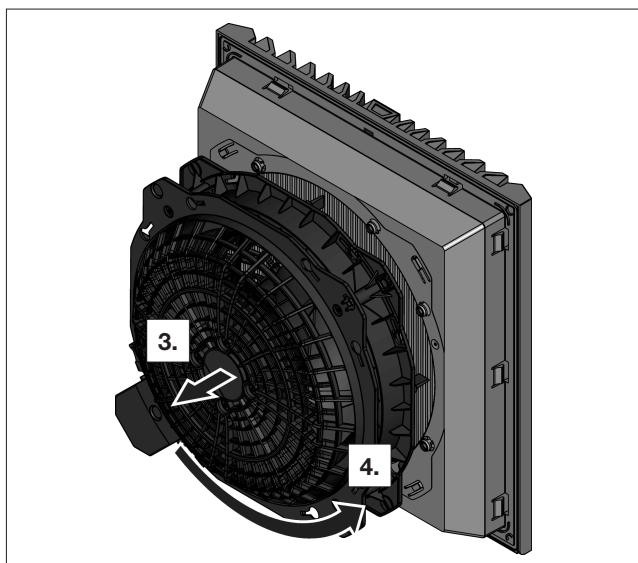

Fig. 11 : rotation du bloc moteur du ventilateur
- Pivoter le bloc moteur du ventilateur de 90°, 180° ou 270° afin que le raccordement électrique se trouve à la position souhaitée (voir fig. 11).